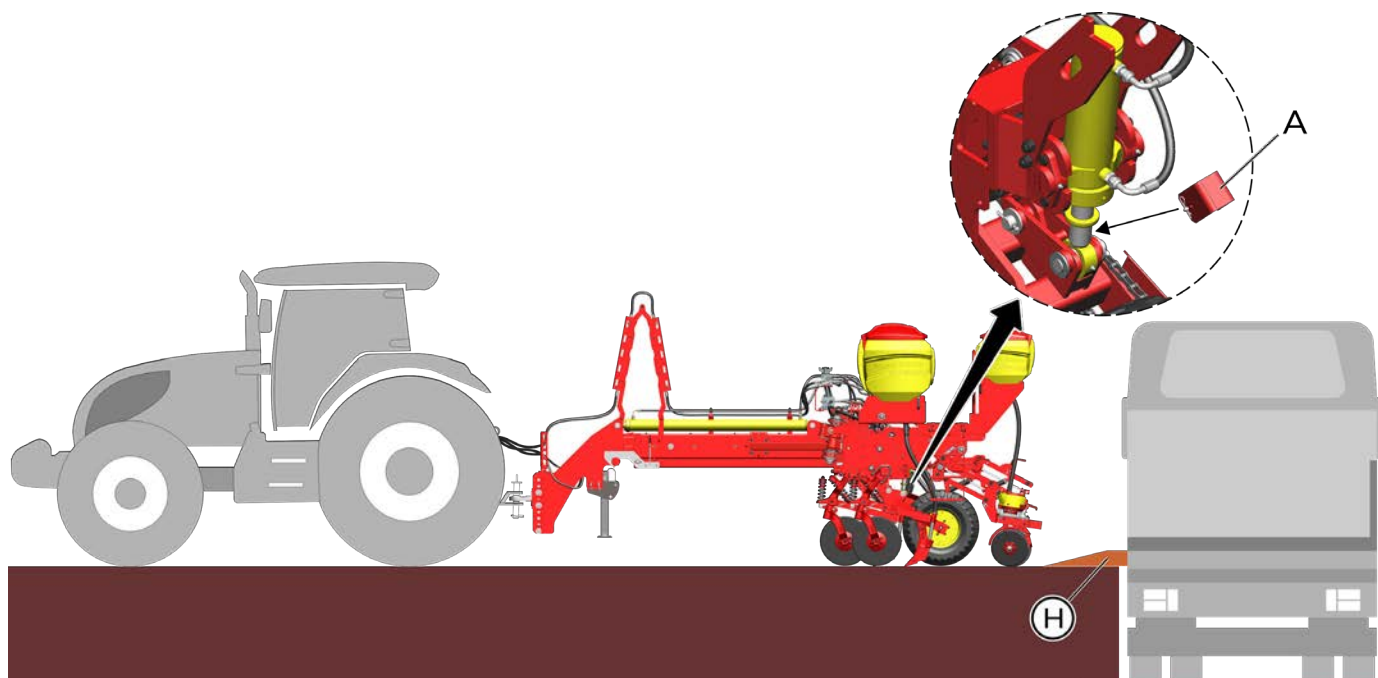

Fig. 4
- b. Acione os rodados e instale os calços de logística (A) (Fig. 4).
- c. Desmonte os compactadores (B) e limitadores (C) de todas as linhas, curtas e longas.
- d. Nas semeadoras com sistema de limitador banda larga ou banda larga premium, desconecte em todas as linhas, curtas e longas, os cabos e condutores de todos os dosadores de semente e após, remova todos os componentes da torre (D) para trás, mantendo apenas o pantógrafo (E) montado na linha de semente.